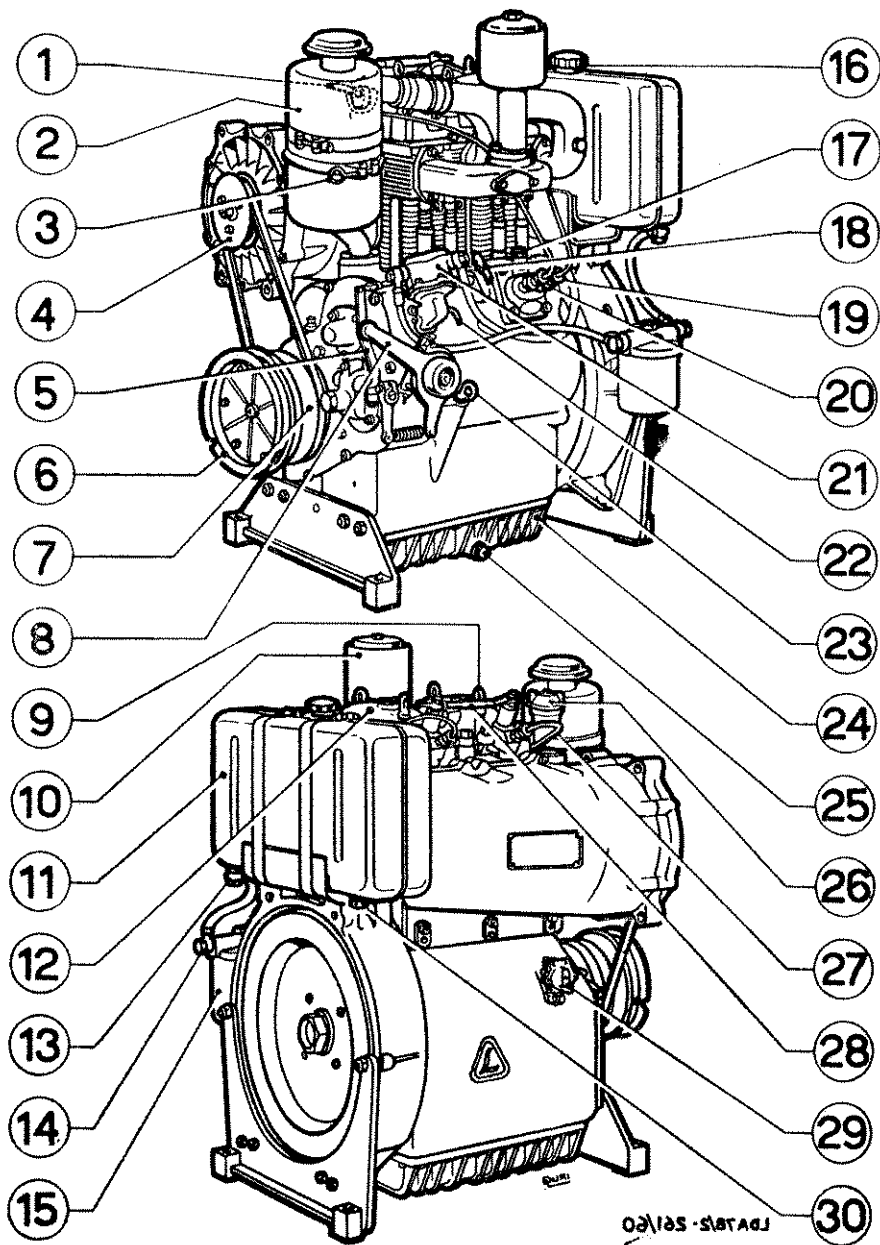

Fig. 6
PREPARAZIONE PER LA MESSA IN MOTO (Fig. 6)
ILLUSTRAZIONE DEL MOTORE (Fig. 6 - pag. 12)
Per **disaerare la pompa**: (fig. 6).
d) Dare alcune pompage con la levetta 22) della pompa d'alimentazione, fig. 6) in modo da far scorrere il combustibile fino a che non uscirà privo di bollicine d'aria.
3) Avvolgere la funicella sulla puleggia avviamento 6) (Fig. 6) e mettere in rapida rotazione il motore.